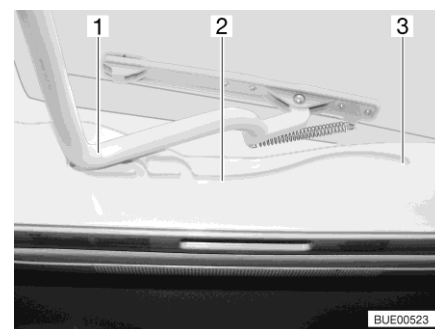

Bild 22 Spår (Heki-taklucka)
- Dra in bygel (Bild 22,1) i spåren (Bild 22,2) till den bakersta positionen (Bild 22,3).
- Tryck bygel (Bild 22,1) lätt uppåt med båda händerna.
- Drag bygel till önskad position i spåret (Bild 22,2).